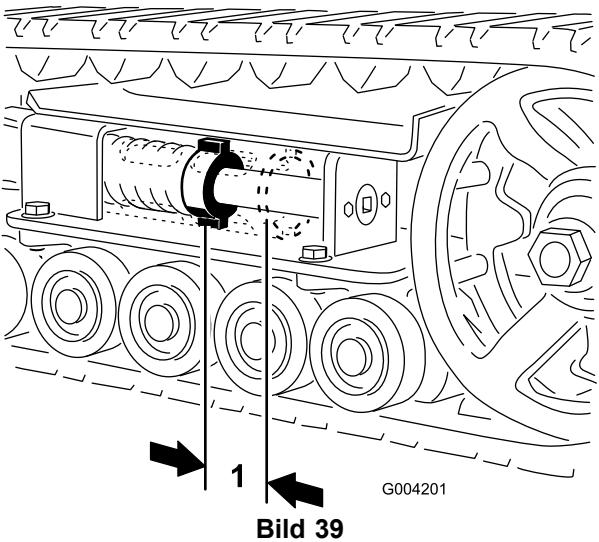

**Bild 40**
3. Entfernen Sie die Befestigungsschraube und Mutter (Bild 40).
5. Richten Sie die am nächsten liegende Kerbe in der Spannschraube mit dem Loch der Befestigungsschraube aus und befestigen Sie die Schraube mit der Befestigungsschraube und Mutter (Bild 40).
4. Lösen Sie die Antriebsspannung mit einem Sechskantschlüssel (1/2 Zoll), indem Sie die Spannschraube nach rechts drehen (Bild 40 und Bild 41).
4. Lösen Sie die Antriebsspannung mit einem Sechskantschlüssel (1/2 Zoll), indem Sie die Spannschraube nach rechts drehen (Bild 40 und Bild 42).